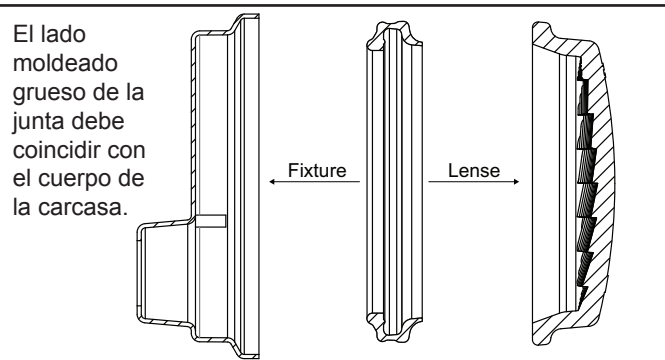

Figura 10. Corte transversal de la luz LED blanca Jandy Pro Series
- Mientras sostiene la lámpara en posición vertical, coloque la lente de vidrio con la junta en la parte superior de la lámpara. Tenga en cuenta que la junta de la lente no es simétrica. Por lo tanto, se debe instalar correctamente para que la lente se selle en la carcasa de la lámpara. Coloque la junta en la lente con la orientación que se muestra en la Figura 10. En una luz pequeña, doble las pestañas entre la lente y la junta para volver a colocar el bifurcador.